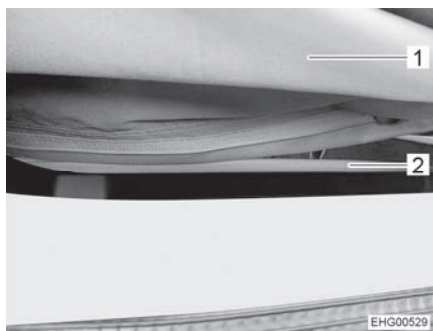

Fig. 89 Cerniera
- Aprire completamente la cerniera (Fig. 89,2) sul lato inferiore del soffietto (Fig. 89,1).